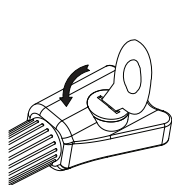

fig.1
---Gire a tampa da bateria com a chave inglesa (fig. 1) e, em seguida, remova-a.